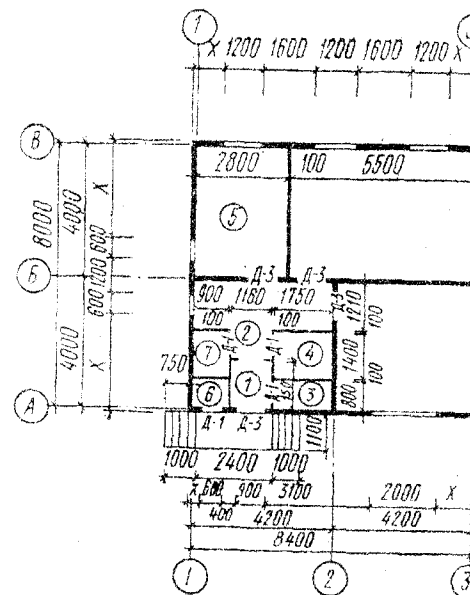

Рис. 2
- Вариант 2. Капитальные стены из плакобетона. Толщина стен 500 мм, привязка 350-150 мм. Торцовые стены с односторонней привязкой. Внутренние капитальные стены толщиной 300 мм, привязка центральная. Толщина стен лестничной клетки 300 мм, привязка 200-100 мм. Размер 100 мм за счет лестничной клетки. Оконные проемы без четвертей. Ограждение лестничного марша 840 мм, на крыше 600 мм. Ширина лестничного марша 1050 мм (рис. 2).